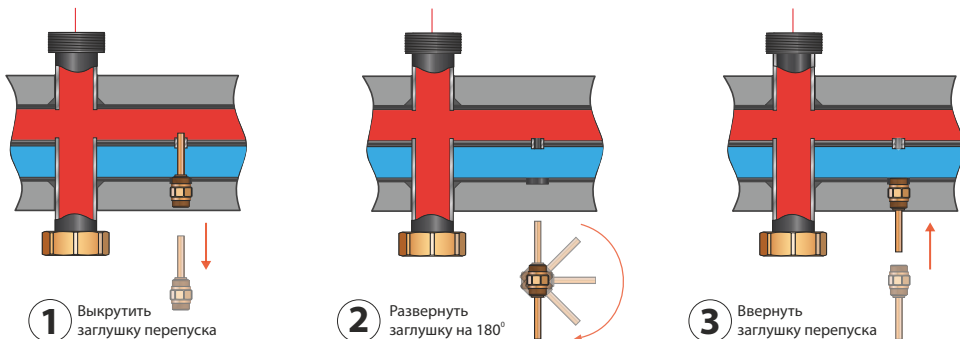

Рис.10: Включение гидравлического разделителя (гидрострелки)
При заводской поставке встроенный гидравлический разделитель выключен. Чтобы включить гидравлический разделитель, необходимо выкрутить заглушку перепускного отверстия (1), перевернуть её на 180 градусов (2), и вкрутить обратно (3) (см. Рис. 10).